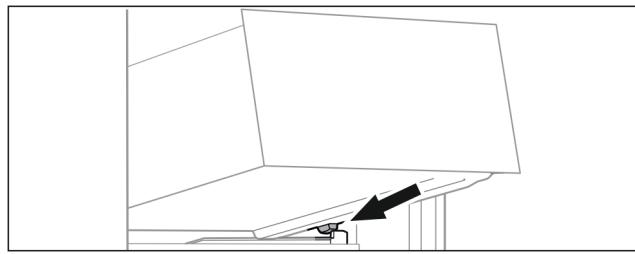

Fig. 69
- Stavite ladicu ukoso iza zaustavljača na žlijeb spremnika. (pogledajte Fig. 69)